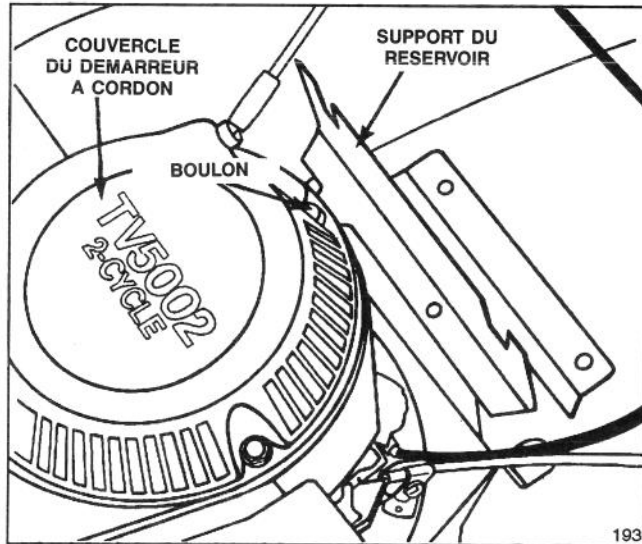

Figure 5
1. Enlevez le boulon arrière du couvercle du démarreur à cordon (figure 5). Faites passer le support du réservoir sous le bord de ce couvercle, en plaçant en vis-à-vis les trous du support de réservoir et du couvercle du démarreur (figure 5). Reposez le boulon.